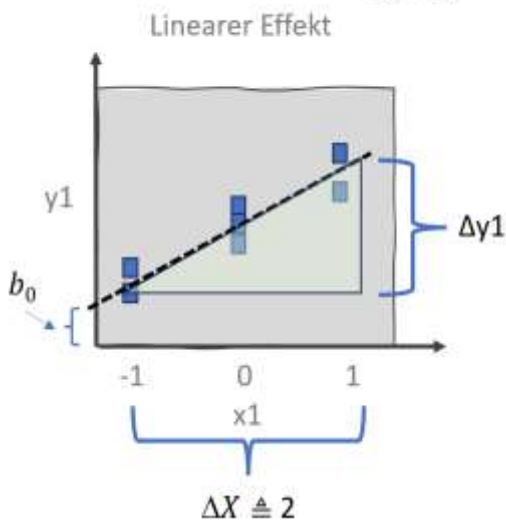

Abbildung 3: Schematische Veranschaulichung einer einfachen x,y Regression
- **Bild 3:** Eine mittlere Einstellung des Faktors führt möglicherweise zu einer ähnlich hohen Einstellung wie die hohe signifikante Faktoreinstellung.